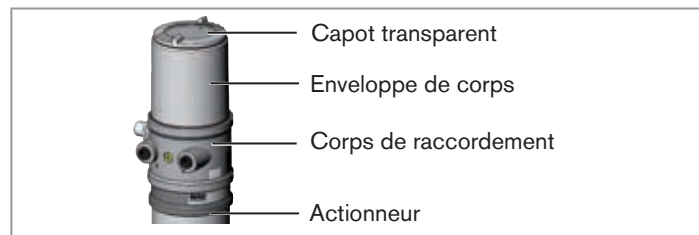

Fig. 12 : Ouvrir tête de commande
- ▶ Pour dévisser et visser le capot transparent, ne pas exercer de contre pression sur l'actionneur de vanne process mais sur le corps de raccordement (voir « Fig. 12 »).